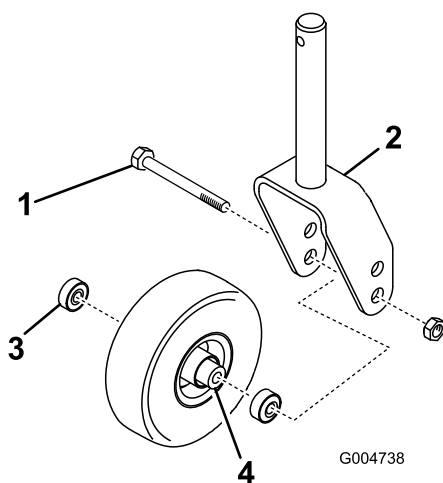
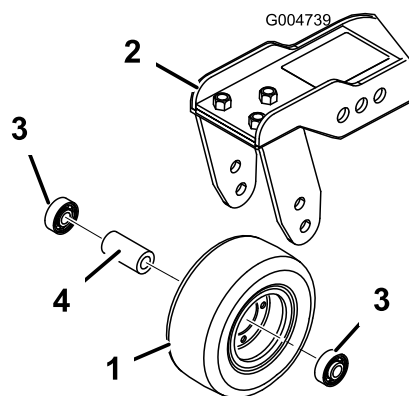

Figure 80
Figure 81
1. Retirez le contre-écrou du boulon qui fixe la roue pivotante entre la fourche (Figure 80) ou le bras pivotant (Figure 81).
2. Enlevez le roulement du moyeu de la roue et laissez tomber la douille d'écartement à l'extérieur (Figure 80 et Figure 81).